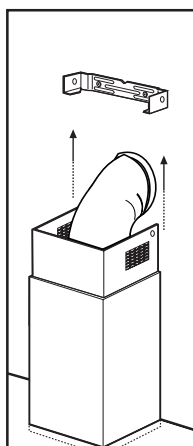

Fig. 13a
- Faire glisser la partie inférieure de la cheminée en couverture complète du groupe d'aspiration jusqu'à l'insérer à l'endroit prévu au-dessus de la hotte. **Fig. 13a**